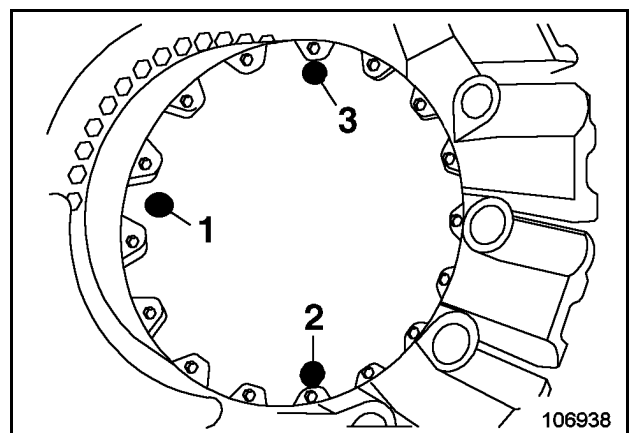
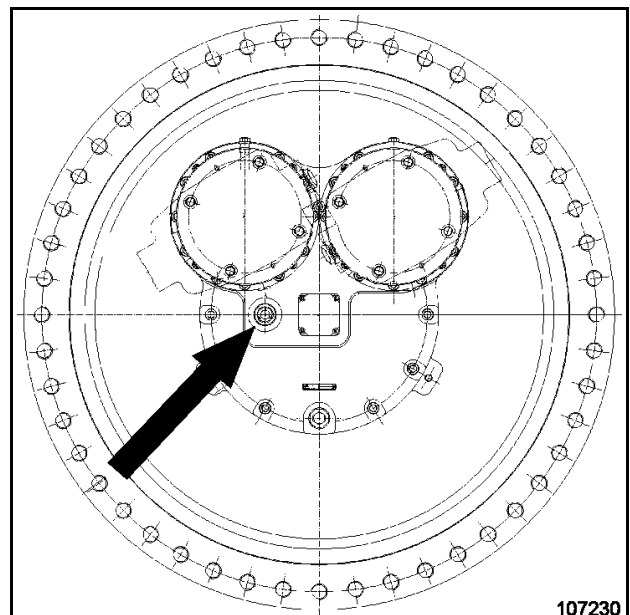

Fig. 3-109:
Fig. 3-110:
- Déplacez l'excavatrice dans une position telle que les bouchons à vis (1, 2 and 3, Fig. 3-109:) soient dans la position affichée.
- Vérifiez le niveau d'huile sur le verre de niveau (flèche, Fig. 3-110:). Le niveau d'huile devrait atteindre le centre du verre de niveau. Ajoutez de l'huile si nécessaire à travers l'orifice du bouchon (3, Fig. 3-109:). Pour la qualité de l'huile, voir : "LUBRIFIANTS".